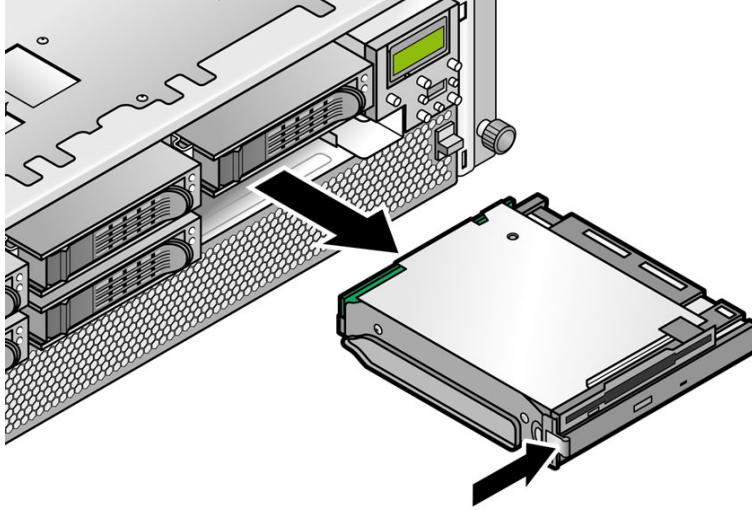

図 4-12 DVD-ROM/フロッピーディスクドライブ構成部品の取り外し
3. サーバーの正面パネルで、DVD-ROM/フロッピーディスクドライブ構成部品の左側にあるラッチを押して、サーバーから取り外します (図 4-12 を参照)。